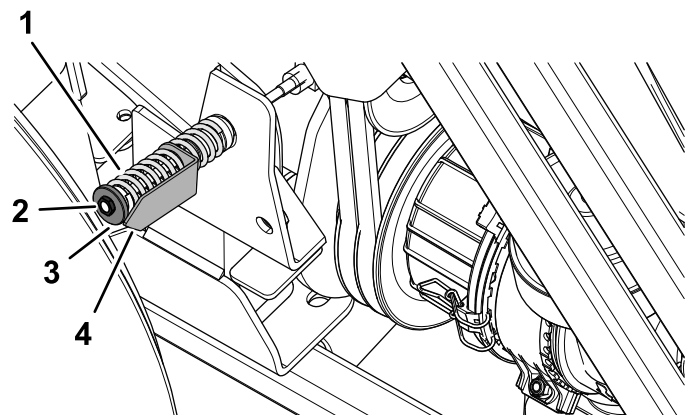

Figura 89
5. Dacă este necesar, rotii piulia pentru întinzătorul rolei de ghidare până când săgeata indicatoare a tensionării se aliază cu suprafaa exterioară a aibei (Figura 89).
8. Slăbiți piulița de la întinzătorul rolei de ghidare; consultați Figura 89 din Verificarea tensionării curelei prizei de putere (Pagină 65).